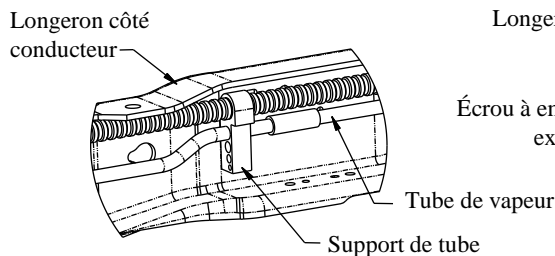
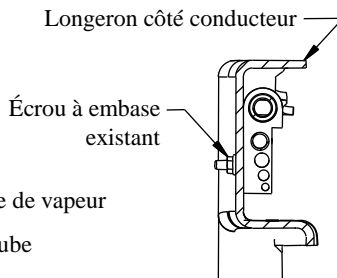
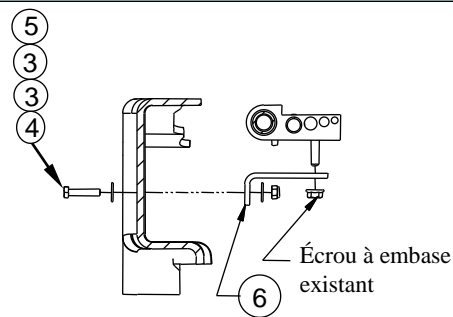

Figure 3a
Figure 3b
Figure 3c
| 3 | Rondelle plate 1/4" (Figure 3c) | 2 |
| 4 | Écrou Nylok 1/4"-20 (Figure 3c) | 1 |
| 5 | Boulon hexagonal 1/4-20 x 1 1/4" Gr2 (Figure 3c) | 1 |
| 6 | Support en L (Figure 3c) | 1 |
2. **Sur véhicules équipés d'un moteur à gaz seulement - 2005 à 2010.** Le tube de vapeur qui court sur l'intérieur du longeron côté conducteur doit être repositionné avant de poser le support côté conducteur. Voir la Figure 3a. Ôter l'écrou à embase de l'extérieur du cadre et le conserver pour usage ultérieur. Voir la Figure 3b. Faire pivoter les tubes vers le haut et de façon à libérer l'accès. Poser le support en L (6) à l'aide de la visserie 1/4" (3)(4)(5), comme illustré à la Figure 3c. Serrer le support en L (6) contre le cadre, mais laisser du jeu au porte-tube pour faciliter la pose du support.
14. **Sur véhicules équipés d'un moteur à gaz seulement - 2005 à 2010.** Utiliser l'écrou à embase d'origine enlevé à l'étape 2 pour fixer le support de tube sur le support en L (7), comme illustré à la Figure 3c.